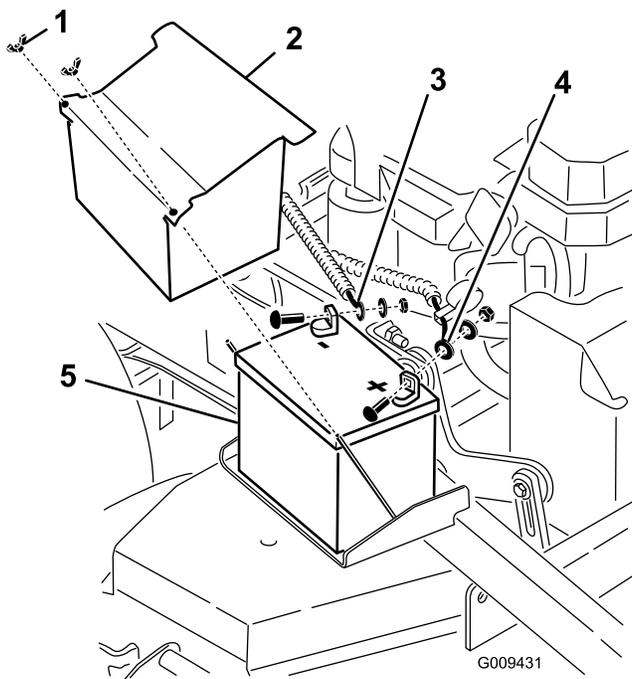

Bild 52
4. Klemmen Sie zunächst das Minuskabel vom Minuspol (-) der Batterie ab (Bild 52).
- Klemmen Sie das Pluskabel (rot) der Batterie ab (Bild 52).
- Entfernen Sie die Batteriebefestigungsplatte (Bild 52) und nehmen Sie die Batterie heraus.
- Setzen Sie die Batterie in die Maschine (Bild 52).
- Klemmen Sie zunächst das Pluskabel (rot) am Pluspol (+) der Batterie mit einer Mutter, Scheibe und Schraube an (Bild 52).
- Klemmen Sie das Minuskabel und Erdkabel am Minuspol (-) der Batterie mit einer Mutter, Scheibe und Schraube an (Bild 52).